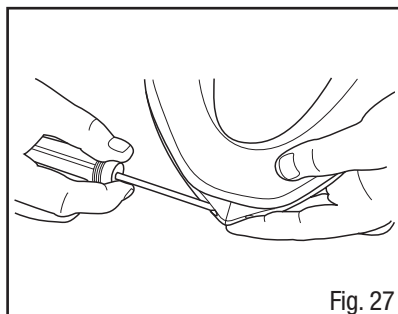

Fig. 27
1. Remova da estrutura o parafuso Phillips. Puxe a estrutura para fora da vedação facial (Fig. 27).
6. Remova da estrutura o parafuso Phillips. Puxe a estrutura para fora da vedação facial (Fig. 27).